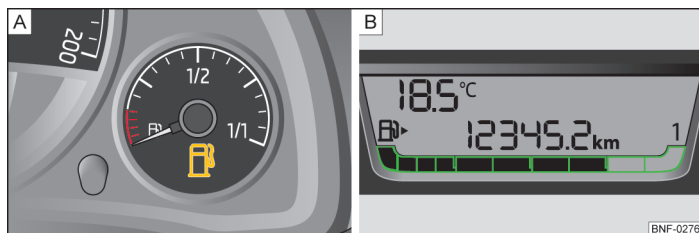

Fig. 4 Tankmåler
Tankmåleren » Fig. 4 virker kun, når tændingen er tilsluttet.
- Tankkapaciteten er ca. 35 l. Når brændstofindholdet i tanken kommer ned i reserveområdet, vises advarselssymbolet **8** » Fig. 4 - **A** i kombiinstrumentet, eller symbolet **8** blinker i 10 sek. sammen med de resterende segmenter i kombiinstrumentets display » Fig. 4 - **B**. Der er stadig ca. 4 l brændstof tilbage i tanken. Det-te symbol minder dig om, at du skal tanke.